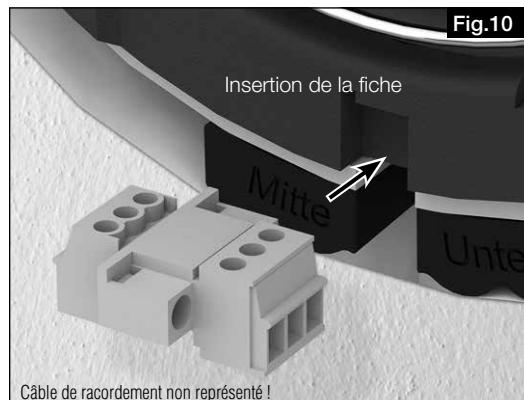

Fig.10
5. Brancher la fiche et l'insérer dans le logement de l'appareil (voir fig.10) !